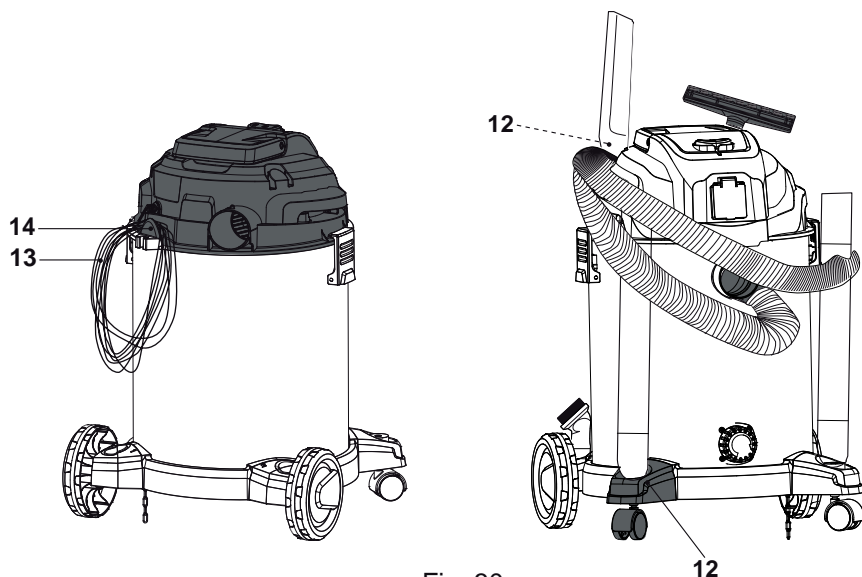

Fig. 30
- > Desconecte o respetivo acessório (18, 19, 20), a mangueira (16) e o(s) tubo(s) de extensão (17), se necessário.
- > Para lavar o depósito, utilize água limpa ao invés de detergente. Não submerja o depósito (4) em água.
- > Assim que estiverem secos, recomendamos que coloque os acessórios no armazenamento de acessório (12) e guarde o cabo elétrico (13) no gancho (14) da unidade do motor (10) (Fig. 30).
- > Recomendamos que coloque os acessórios no armazenamento de acessório (12) e guarde o cabo elétrico (13) no gancho (14) da unidade do motor (10) (Fig. 30).